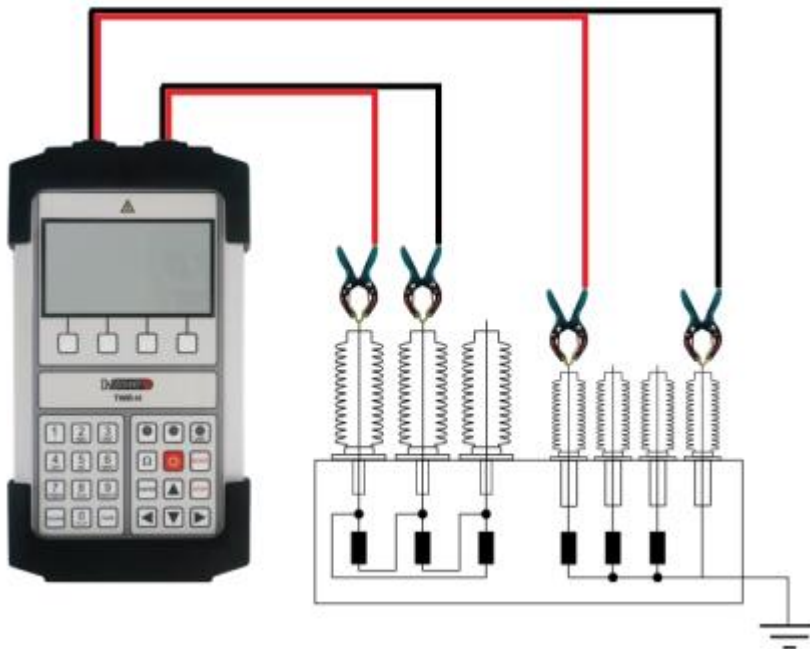

Figura 1. Conexión de TWR-H a una fase de un transformador trifásico
TWR-H es un dispositivo portátil alimentado por batería diseñado para medir la relación de vueltas y la resistencia de devanado de transformadores monofásicos y trifásicos. Además, también puede desmagnetizar transformadores. La conexión al transformador es monofásica, es decir, el instrumento se puede conectar a una fase a la vez. La figura 1 muestra el ejemplo de conexión a un devanado de alta tensión (HV) y de baja tensión (LV) de un transformador trifásico.